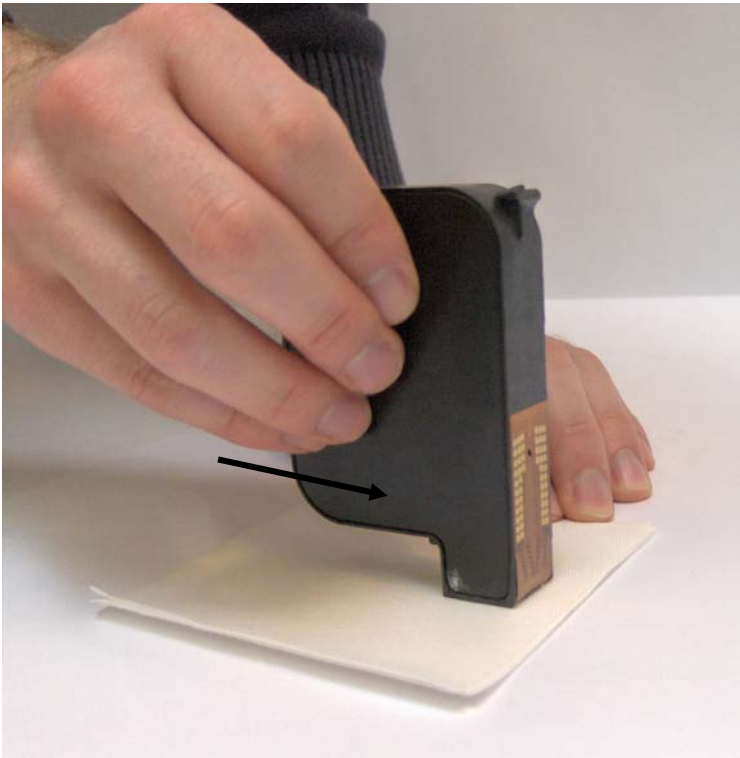

Abbildung 62: Reinigen der Düsenplatte
- Ziehen Sie die Düsen der Tintenpatrone langsam in Richtung der Düsenzeilen über das Tuch (siehe Abbildung 62).